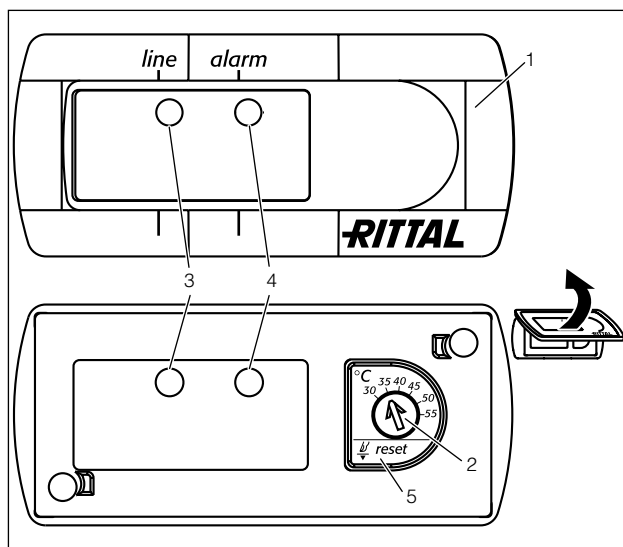

Fig. 36: Controllo Basic
- Impostare la temperatura nominale richiesta sull'apposito regolatore (fig. 36, pagina 23).
- Premere il pulsante di Reset (fig. 36, nr. 5) per almeno 3 secondi.